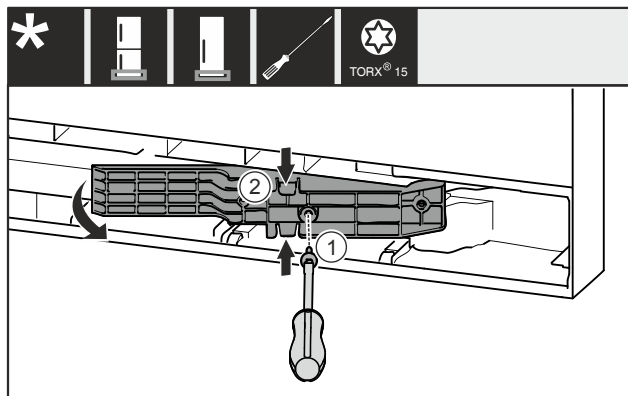

Fig. 21 *
- ▶ 移除螺栓 Fig. 21 (1)。 *
- ▶ 将上方和下方适配件 Fig. 21 (2) 轻轻挤压在一起，然后向前拉出。 *